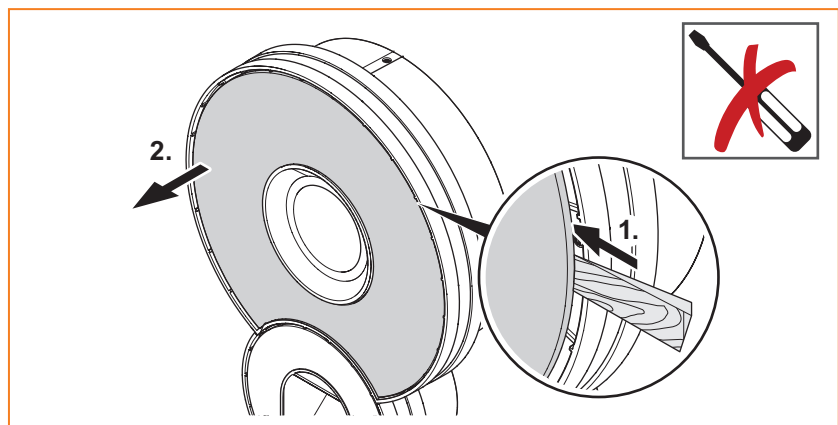

Bild 2 Blende vom Gehäuse lösen
- ▶ Lösen Sie die montierten Blenden mit einem flachen Demontagekeil vom Gehäuse (siehe Bild 2).